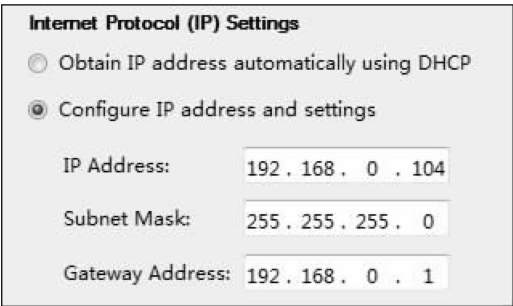

图 10-31 Micro850 控制器 IP 设置
2) 将 Micro850 控制器的 IP 地址设与变频器设在同一网段内，可按图 10-31 所示进行设置。设置完成后即可编写程序，程序如图 10-32 所示。